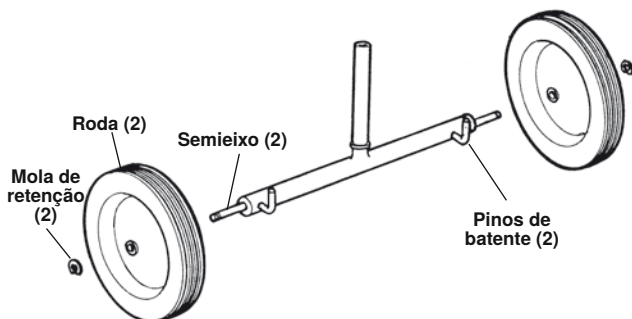

Figura 27 – Conjunto do transportador n.º 32
1. Se necessário, monte o transportador n.º 32 (ver *figura 27*).